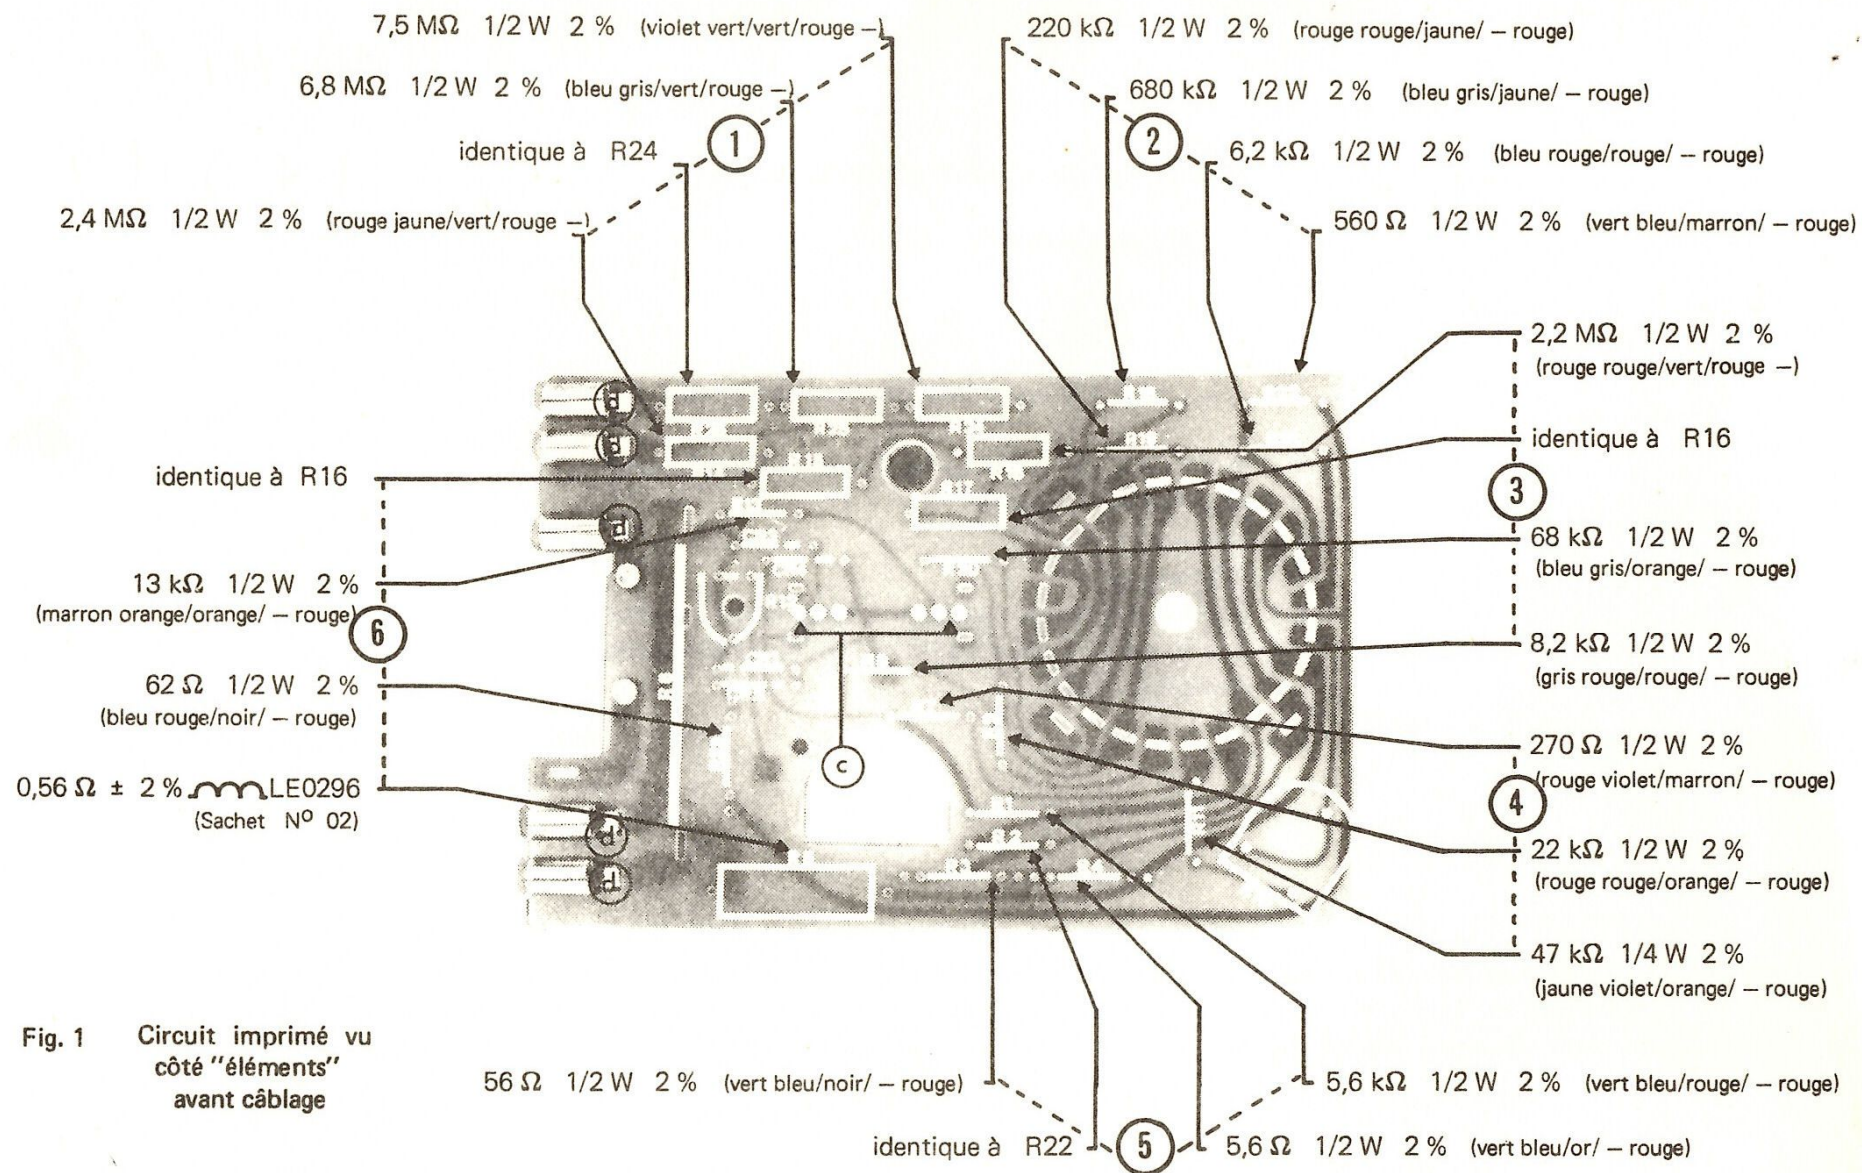

Fig. 1 Circuit imprimé vu côté "éléments" avant câblage
Le circuit imprimé est livré équipé de ses 5 contacts douilles de sortie (pièces repérées (d) Fig. 1), il comporte également 2 x 3 contacts à grain d'argent sertis (voir (c) Fig. 1).
Un sachet (N° 01) comporte l'ensemble des résistances et diodes. Grouper les résistances en 6 ensembles que l'on câblera dans l'ordre préférentiel indiqué (1 à 6 Fig. 1).
- ◆ Identifier les résistances par le code couleur indiqué Fig. 1 et explicité Fig. 2